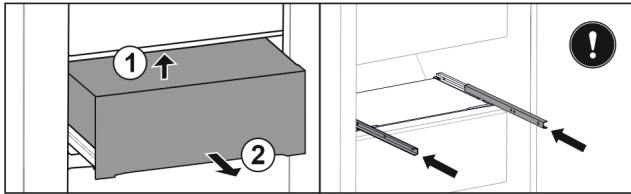

Fig. 117
- ▶ Soulever le tiroir à l'arrière par le bas. Fig. 117 (1)
- ▶ Retirer le tiroir par l'avant. Fig. 117 (2)